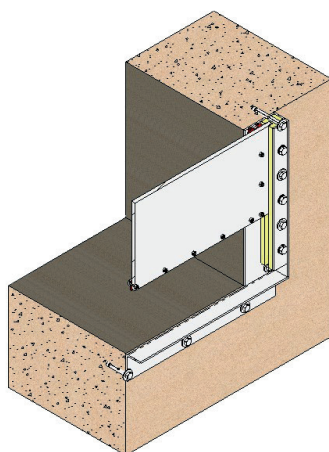
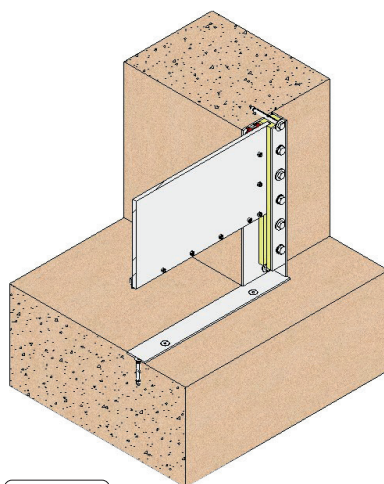
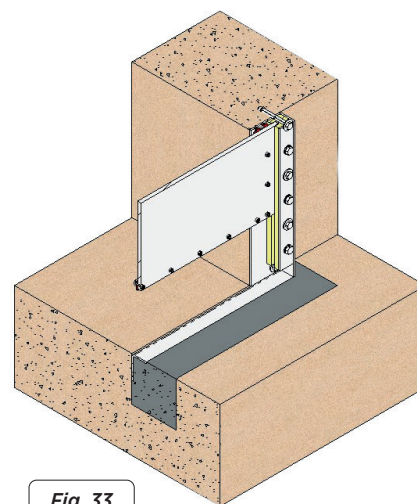

Fig. 31
Fig. 32
Fig. 33
Come abbiamo citato in precedenza, il sistema più abituale di montaggio di queste paratoie murali è appoggiandole al muro e fissandole con ancoraggi ad espansione o chimici (fig. 31), ma come si può vedere nella fig. 32 e fig. 33, esistono varie opzioni di montaggio.
Questa procedura serve sia per le paratoie a platea piatta (fig. 32) che per quelle standard (fig. 31).
- Per montare la saracinesca con la platea imbutita nel calcestruzzo (fig. 33), è necessario che nel cantiere ci sia un incasso nel pavimento delle dimensioni che abbiamo definito in precedenza nelle fig. 28 e fig. 29. Una volta collocata la saracinesca nell'incasso, la centeremo rispetto al foro del muro assicurandosi che la platea della saracinesca rimanga al livello dell'opera civile; così si riesce a fare in modo che non ci sia nessuna sporgenza nella platea e si ottiene un passaggio totale e continuo. Procederemo alla realizzazione dei fori necessari per i profili laterali e superiore, utilizzando i fori del corpo della saracinesca come guida. Estrarremo la saracinesca e dove andrà collocata la saracinesca nel muro applicheremo una pasta di sigillatura tipo SIKAFLEX-11FC o simile per evitare perdite tra il corpo e il muro. Collocheremo di nuovo la saracinesca nella sua posizione e procederemo ad avvitare con ancoraggi ad espansione o chimici, con la procedura abituale, con l'aiuto di una riga piatta, avvitando in senso incrociato e senza stringere eccessivamente.